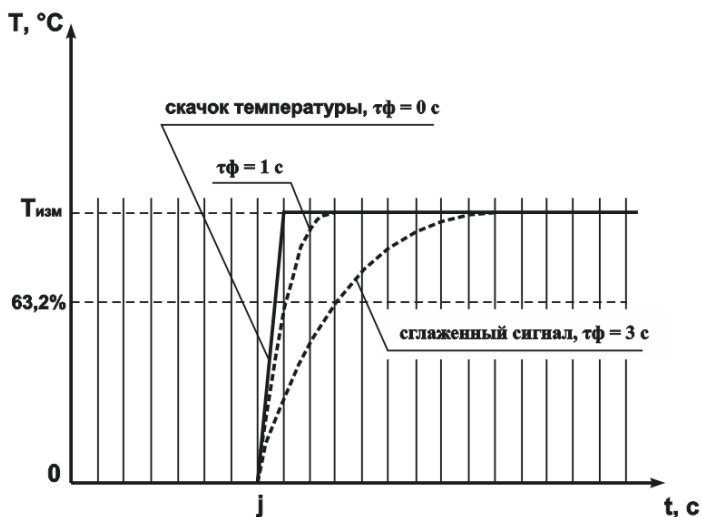

Рисунок 4
2.2.6.2 Цифровой фильтр устраняет шумовые составляющие сигнала, осуществляя его экспоненциальное сглаживание. Основной характеристикой экспоненциального фильтра является « τ_{Φ} » – постоянная времени цифрового фильтра, параметр $F_{\tau t}$ – интервал, в течение которого температура достигает **63,2 %** измеренного значения «Тизм» (рис. 4).